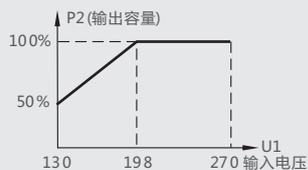

图1 输出容量曲线
- a. 本产品不宜在过载条件下使用，在电网电压普遍较低的地区要注意使用有效容量应按比例减少，即输入电压越低，所带的电器(负荷)应越小。当输入电压低于198V时，稳压电源的输出容量就有所下降，故要减轻负载降额使用，以免过载，其关系参考“图1，输出容量曲线”。